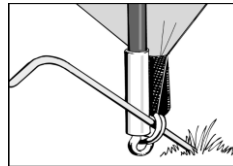

Abbildung 2
7. Stecken Sie jede der 4 Ecken des Innenzelts durch die Ringe des Ring-und-Stift-Systems (Abbildung 2).